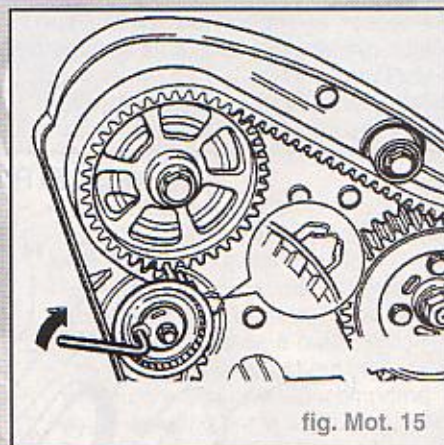

fig. Mot. 15
- Tendre la courroie crantée. Pour cette opération, introduire une clé six pans de commercialisation courante dans l'excentrique et la tourner dans le sens d'horloge jusqu'à ce que la flèche et l'encoche coïncident (fig. Mot. 15).